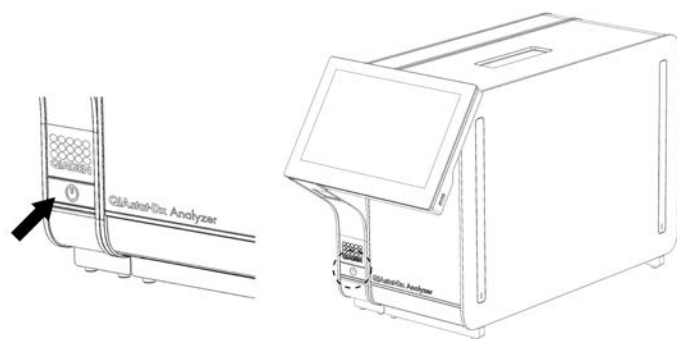

図 22. オン/オフボタンを押して本機器を起動。
1. QIAstat-Dx Analyzer 1.0 の前面のオン/オフボタンを押して装置を起動します（図 22）。